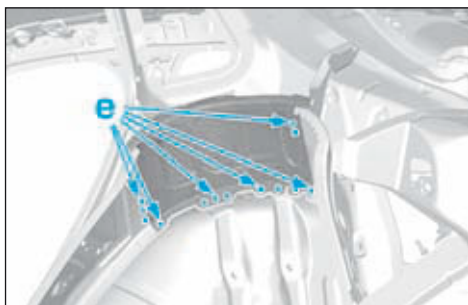

FIG.217
- points électriques en (e) (Fig.217).